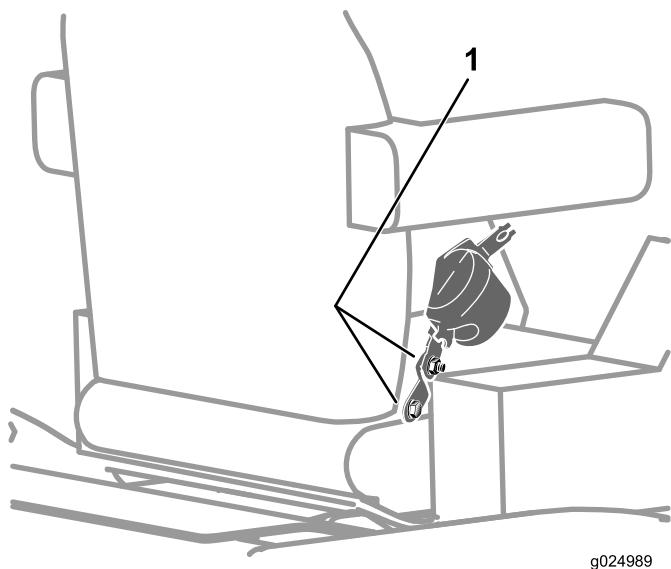

Figura 119
2. Verifique se os parafusos e porcas de fixação do retrator e fecho do cinto de segurança estão apertados com torque de 47 a 61 N m (35 a 45 pol.-lb); consulte a Figura 119.